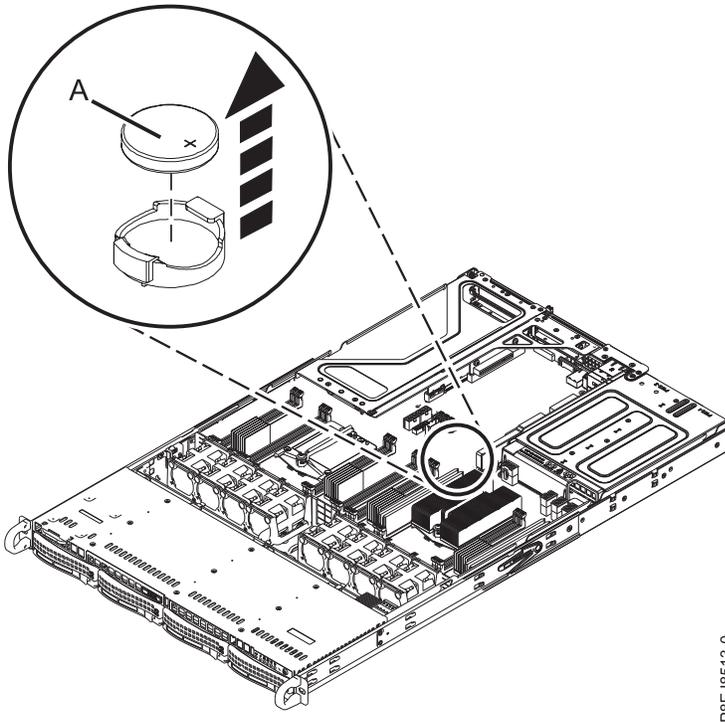

Figura 59. Local da Bateria do Relógio
2. Remova a bateria do relógio (**A**) usando o polegar para pressionar a trava de mola em direção à parte traseira do sistema para liberar a bateria. Levante a bateria conforme mostrado na Figura 59 na página 57. Ao remover a bateria, não utilize uma ferramenta metálica para desencaixá-la de seu slot.